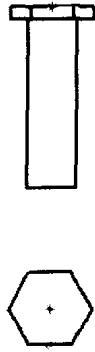

图 1-11 生成的俯视图
(2) 在主视图的下方创建零件的俯视图。如图 1-11 所示。